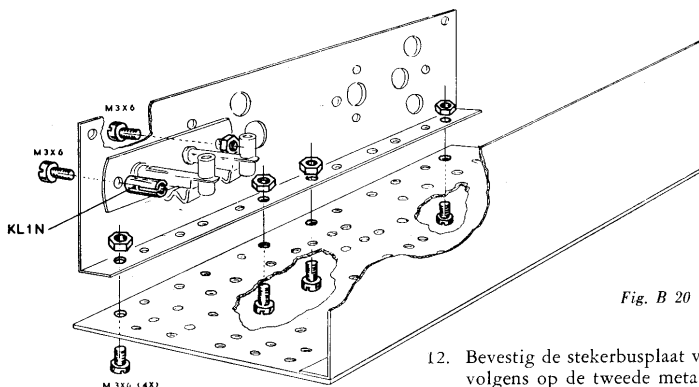

Fig. B 20
13. Maak nu met vier korte boutjes en bijbehorende moertjes deze tweede metalen montageplaat vast aan de bruine isolatieplaat. Let weer op de juiste stand! (fig. B 20.)